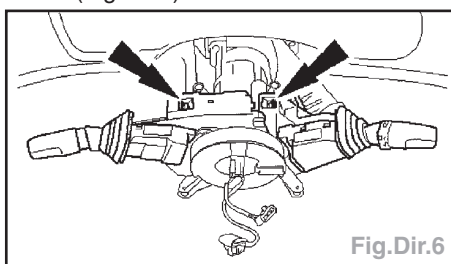

Fig.Dir.6
- Détacher les commutateurs multifonction du ressort spiralé et les mettre de côté (Fig.Dir.6).